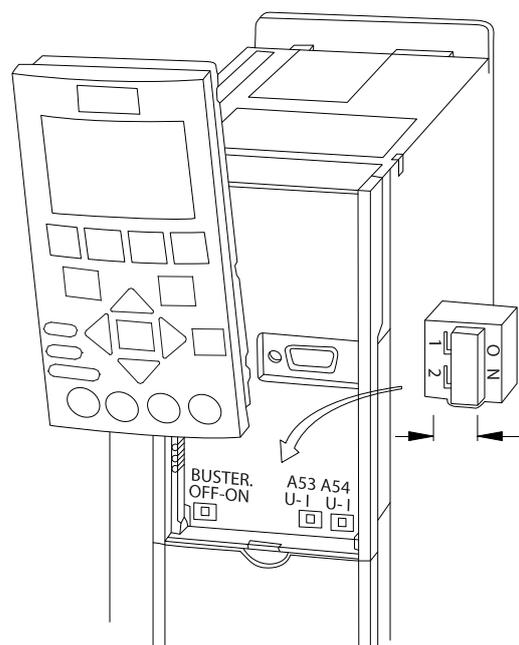

Ilustración 4.27 Ubicación de los conmutadores de los terminales 53 y 54
1. Retire el LCP (panel de control local) (consulte *Ilustración 4.27*).
- En la tarjeta de control, se incluye un conmutador (BUS TER) para la resistencia de terminación de bus. Consulte *Ilustración 4.27*.